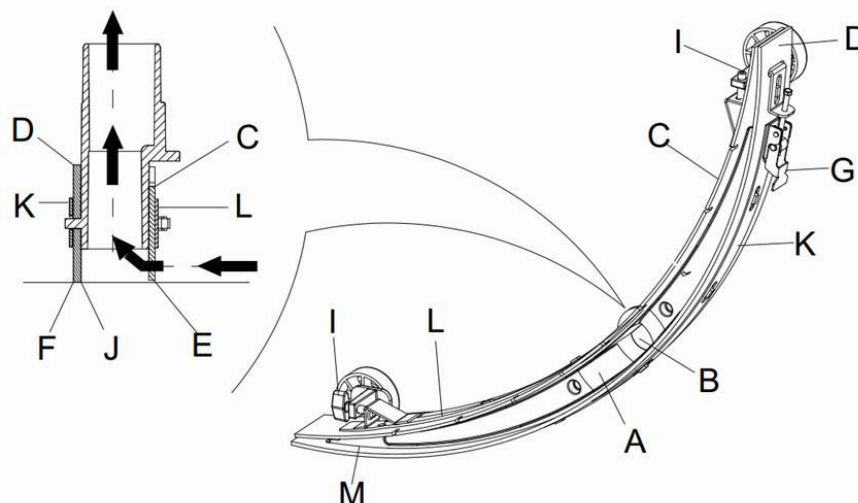

Figura 15
2. Pressione o interruptor de energia (41) para a posição “O” para desligar a máquina.
3. Desaparafuse o botão fixo (16) do squeegee; retire o conector que liga o tubo do vácuo de recuperação do squeegee para o retirar.
4. Utilize o puxador de elevação do squeegee (14) para elevar o encaixe de suporte do squeegee.
5. Limpe o squeegee (Figura 15). Limpe bem a ranhura (A, Figura 15) e a sujidade e fragmentos do tubo de vácuo. Verifique se a lâmina frontal do squeegee (C) e lâmina traseira do squeegee (D) estão intactas, e se existem beiras e rachas. Substitua se necessário (refira aos passos na secção seguinte).
1. Siga os métodos relacionados na secção anterior para limpar o squeegee (Figura 15).